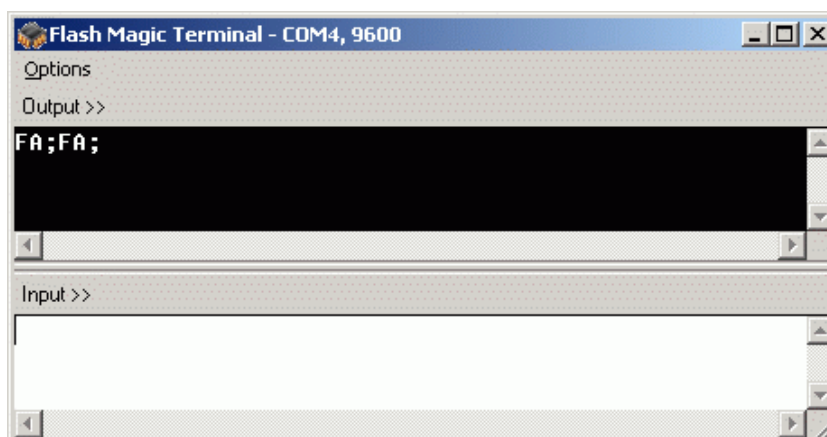

Рис. 7. Запрос частоты у PowerSDR при включении
4. В окне программы появится надпись «FA;FA » Рис. 7. Это запрос частоты у PowerSDR.